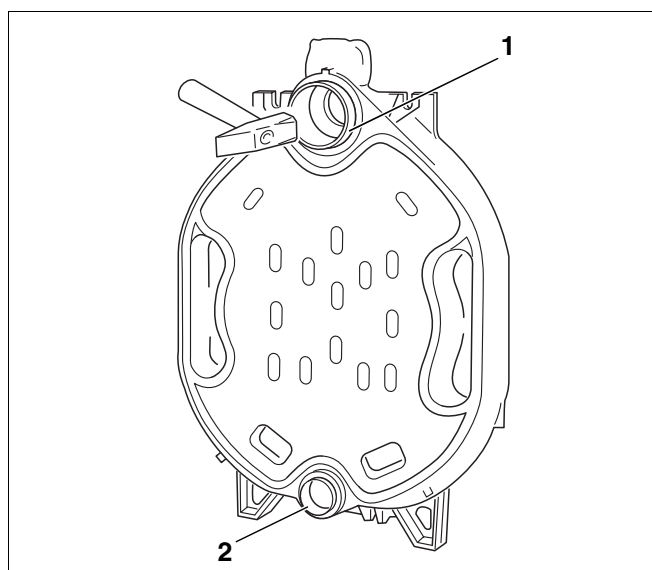

Fig. 9 Innslåing av nipler
- Sett niplene rett inn i det øvre (str. 2,119/50) og nedre (str. 0, 57/50) navet på bakeelementet og slå dem kryssvis inn med kraftige hammerslag. Etter at niplene er slått inn skal både den øvre nippelen (fig. 9, **pos. 1**) og den nedre nippelen (fig. 9, **pos. 2**) rage ca. 28 mm ut av det tilsvarende navet.